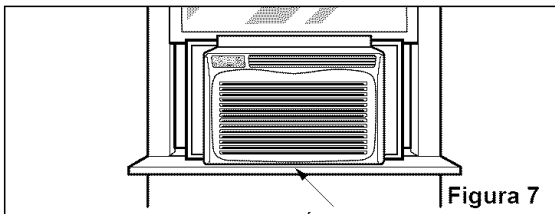

Figura 7
- Al encajar en del soporte L, el acondicionador de aire estará centrado en la abertura de la ventana, como se muestra en la Figura 7.